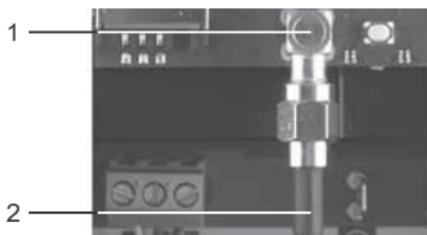

Fig. 2 SMA-M-stik
Tilslut antennekablet (pos. 2) til GSM-modulet (pos. 1) med et lige SMA-M-stik. Se fig. 2.